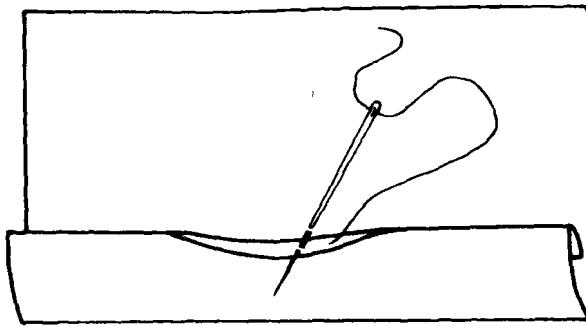

图1-9
**暗缲操作方法：**先把滚边翻开一点，在滚条缉线旁起针，然后针尖挑起衣片的一两根纱丝，接着向前0.5cm再挑向滚条边上，同时把缝线放宽，使缝线在中间有0.2cm左右的松度。见图1-9。